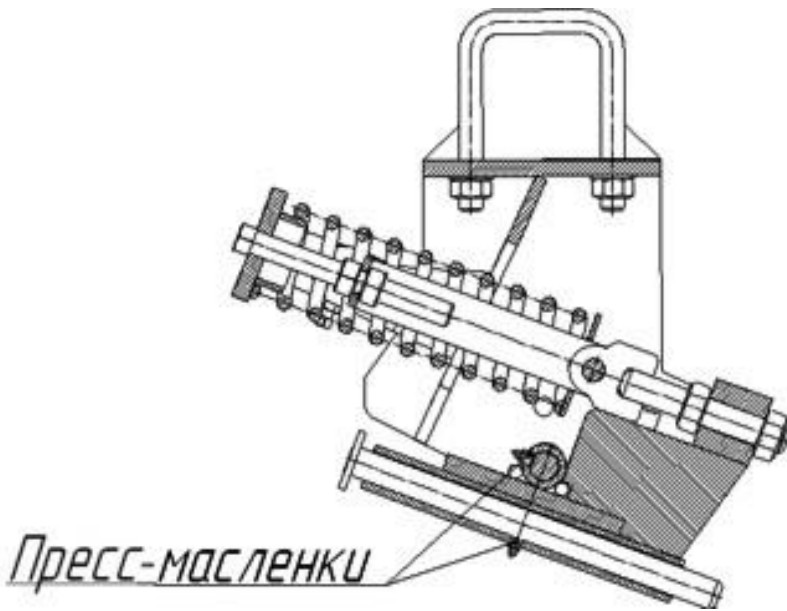
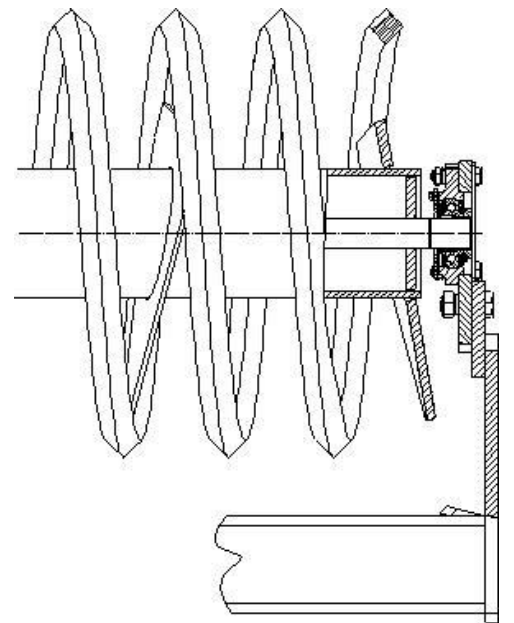

Рис. 6.6.4. Смазка осей подвески катков (для ПК с катками)
Рис. 6.6.5.
6.6.3. Для ПК "Кузбасс" с металлическими спиральными катками смазку осей вращения подвесок производить через пресс-масленки каждые 10 часов работы (рис.6.6.4). Подшипники катков закрытые и смазки не требуют (рис.6.6.5).